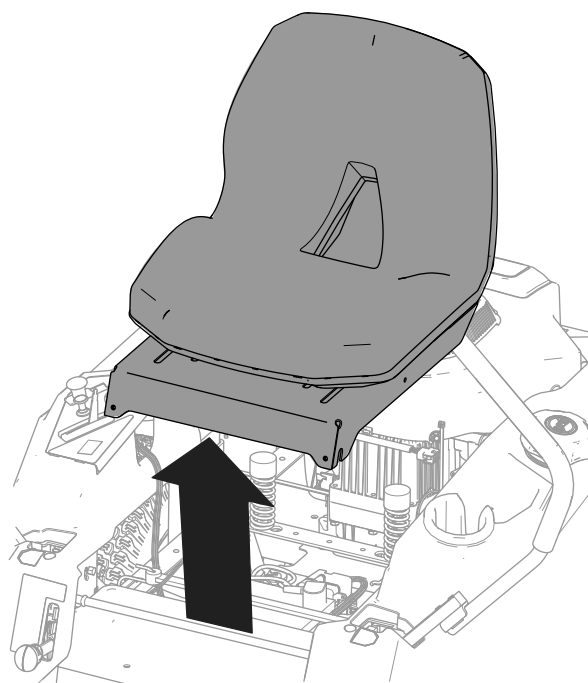

Figure 4
6. Déposez le siège de la machine (Figure 4).